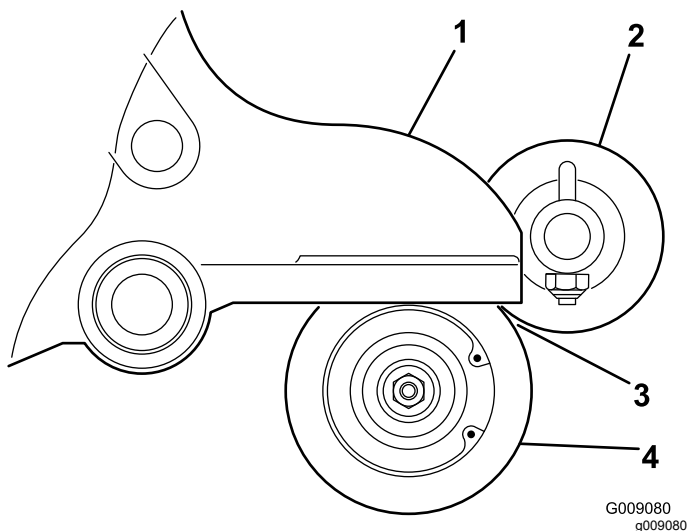

Рисунок 14
16. Расположите щетку катка так, чтобы она слегка соприкасалась с задним катком (т.е. только слегка касалась катка или опиралась на него) (Рисунок 14).